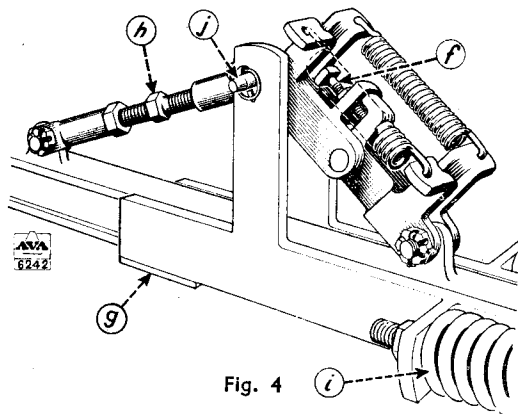

Fig. 4
Genom ställskruven f. (Se fig. 4) inställes låsanordningen. Vid inskruvning av ställskruven bringas plogkropparna att utlösa oftare d. v. s. vid mindre motstånd, vid utskruvning av densamma sker däremot utlösning mera sällan d. v. s. vid större motstånd.
Efter varje ändring av ställskruven tillses att plogåsen nätt och jämt stöder mot plattan g, (Se fig. 4) på plogramen. Detta erhålles genom justering av tryckstången h, längd. (Se fig. 4).
*OBS! Tryckfjädrarna i, (Se fig. 4) behöver normalt ej vidröras vid ovan nämnda justering av låsanordningen.*
Genom upplyftning av ena plogkroppen kan plogen göras 1-skärig. Härvid borttages låsbulten j, (Se fig. 4). Plogkroppen jämte plogåsen upplyftes så högt att låsbulten kan sättas tillbaka i plogramen under plogåsen, varvid plogåsen kommer att vila på nämnda låsbult.